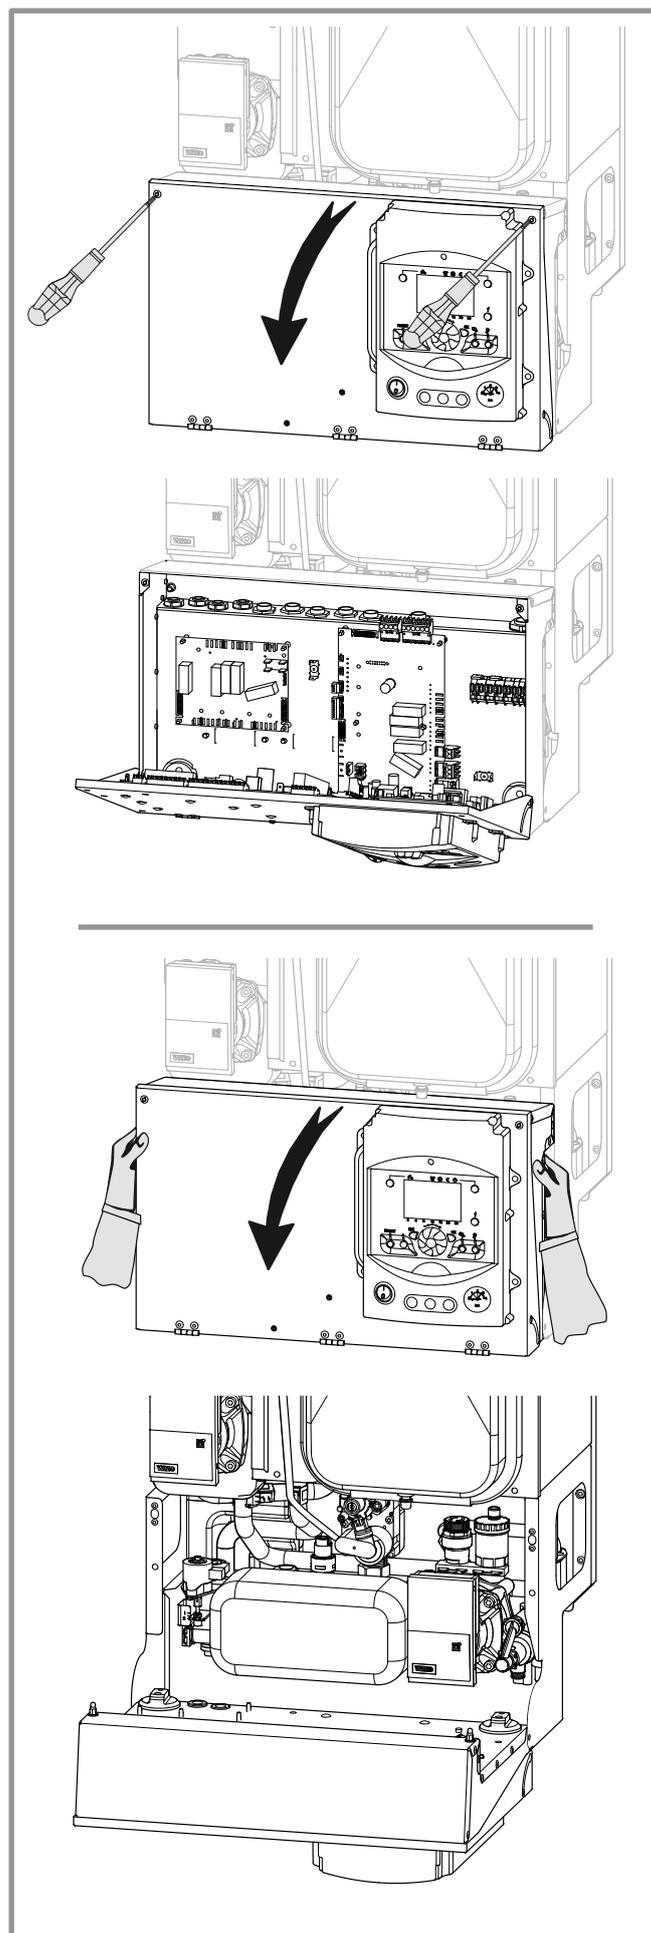

figure 47 - Ouverture et basculement du coffret électrique
- Ouvrir le coffret électrique (figure 47).